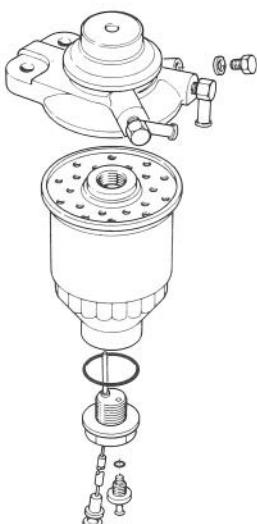

Fig. 37
2. Sostituzione del filtro del carburante – Sostituire il filtro se il flusso di carburante è ostruito, oppure dopo ogni 500 ore di esercizio, o una volta l'anno, scegliendo il periodo più breve. Per sostituirlo, staccare i connettori e svitare lo sbocco di spurgo e la guarnizione toroidale (Fig. 37). Svitare il filtro e sostituirlo con un nuovo filtro Toro (Fig. 37). Montare il tappo di spurgo e la guarnizione toroidale. Riunire i connettori.